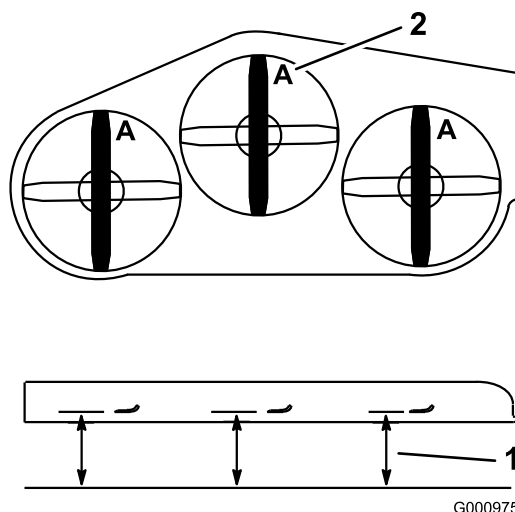

Figure 76
2. Mesurez la distance entre la surface plane et le tranchant (position A) des lames (Figure 76).